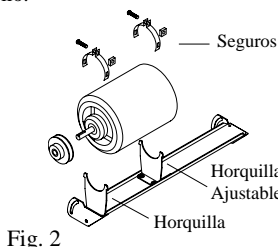

Fig. 2
• **Monte el motor.** Instale el motor del ventilador en las horquillas de la montura. Ajuste la horquilla ajustable si es necesario y sujete el motor con los seguros (véase fig. 2). **NOTA:** Los motores de 1 caballo de fuerza requiere que la horquilla ajustable esté invertida.